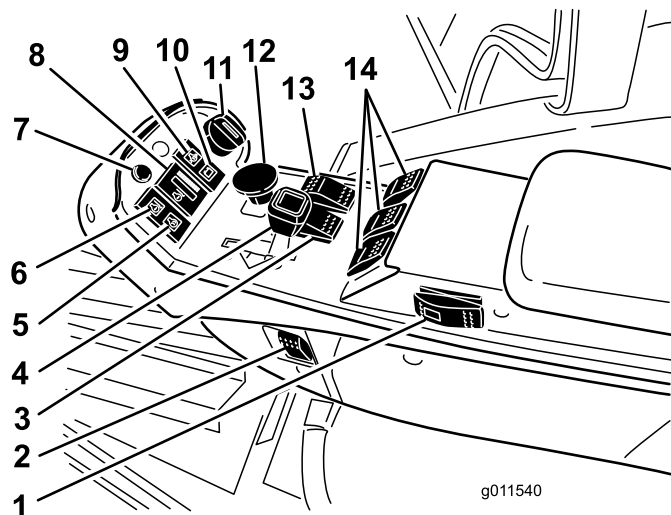

Figure 4
Le témoin de diagnostic (Figure 4) s'allume si un défaut du système est détecté.
Dans des conditions de fonctionnement normales, la jauge (Figure 4) doit se trouver dans le vert. Vérifiez le circuit de refroidissement si la jauge passe au jaune ou au rouge.
Ce témoin (Figure 4) s'allume pour indiquer une baisse de pression dangereuse de l'huile moteur.
Ce témoin (Figure 4) s'allume pour indiquer une défaillance du circuit de charge.
Le commutateur à clé (Figure 4) a trois positions : contact coupé, marche/préchauffage et démarrage.
La commande de PDF (Figure 4) a deux positions : engagée (sortie) et désengagée (rentrée). Tirez sur le bouton de PDF pour engager les lames des plateaux
Lorsque la vitesse de tonte (lente) est sélectionnée, appuyez de façon continue sur le commutateur du diviseur de débit (Figure 4) pour améliorer la motricité si les conditions d'utilisation sont difficiles.
Ce sélecteur (Figure 4) permet d'augmenter la gamme de vitesse pour le transport de la machine. Les plateaux de coupe ne fonctionnent que dans la gamme haute. De plus, les plateaux de coupe ne peuvent pas être abaissés de la position de transport quand le sélecteur est en position gamme haute. Si le sélecteur est déplacé de la position gamme basse (LO) à la position gamme haute (HI) avec les plateaux de coupe abaissés et/ou la PDF engagée et/ou le régulateur de vitesse engagé, la position HI ne sera pas sélectionnée. Pour que la sélection soit possible, le sélecteur doit être placé à la position "LO" et toutes les exigences doivent être satisfaites.
Ces commandes (Figure 4) permettent de relever et d'abaisser les plateaux de coupe. Poussez les commandes en avant pour abaisser les plateaux de coupe et en arrière pour les relever. Quand vous démarrez la machine, avec les plateaux de coupe abaissés, appuyez sur la commande de relevage pour permettre aux plateaux de coupe de flotter et de tondre.
Déplacez la manette (Figure 4) en avant pour augmenter le régime moteur et en arrière pour le diminuer.
Appuyez sur le bord inférieur de l'interrupteur (Figure 4) pour allumer l'éclairage. Appuyez sur le bord supérieur de l'interrupteur pour éteindre l'éclairage.
Ce témoin (Figure 4) s'allume pour indiquer que les bougies de préchauffage sont activées.
Le témoin (Figure 4) s'allume et les plateaux de coupe s'arrêtent (la PDF est désengagée) si le moteur atteint une température dangereuse. Si la température continue de monter, le moteur s'arrête.